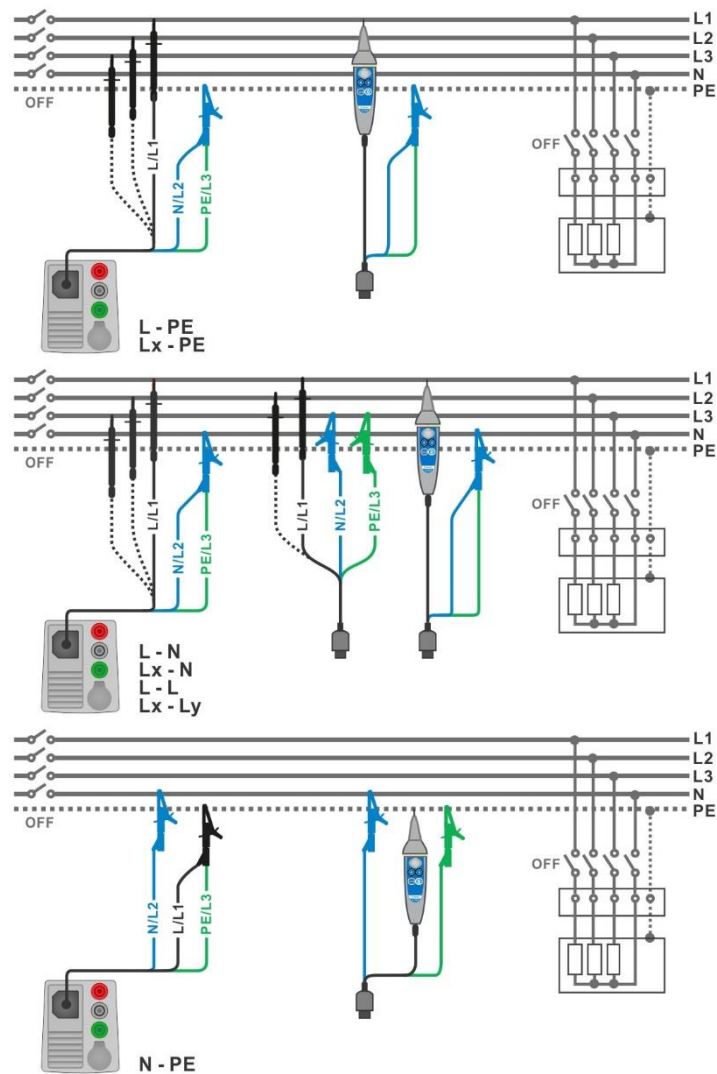
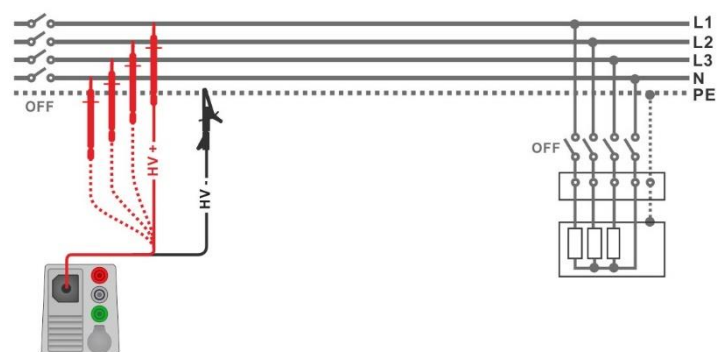

Abbildung 7.7: Anschluss des 3-Leiter Prüfadapters und der Commander-Prüfspitze ($U_N \leq 1 \text{ kV}$)
Abbildung 7.8: Anschluss der 2,5 kV Prüfleitung ($U_N = 2,5 \text{ kV}$)
- Schließen Sie die Prüfleitungen am Prüfling an (siehe **Abbildung 7.7** und **Abbildung 7.8**).